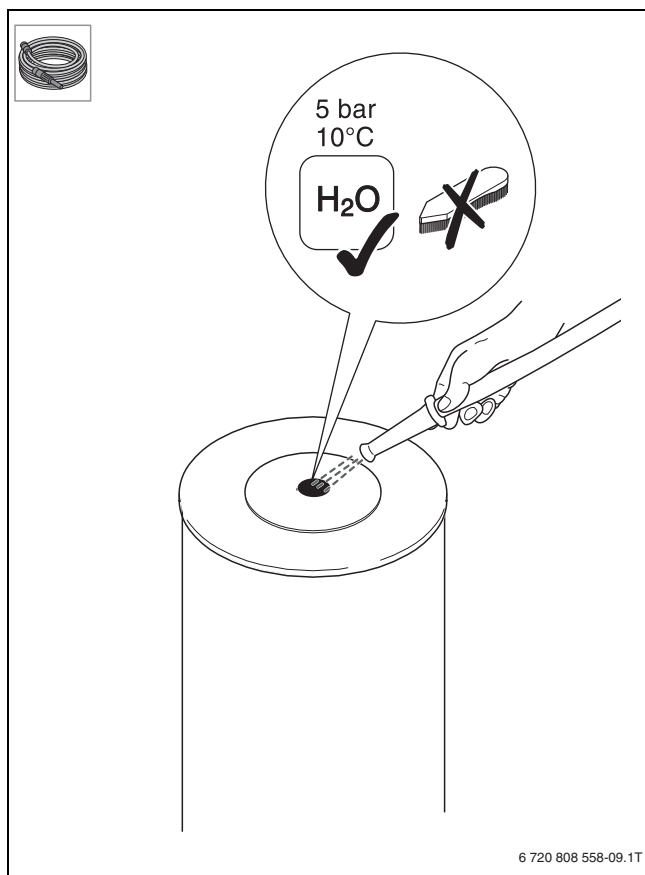

Fig. 20
- ▶ Промойте бак-водонагреватель (→ рис. 20, стр. 79).